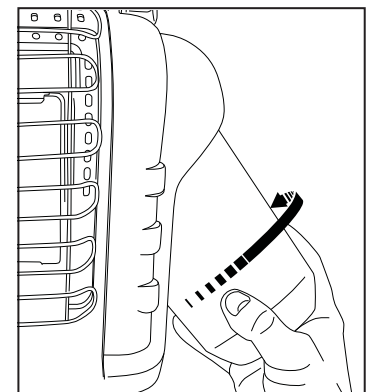

Figure 2 : Attaché au réservoir du carburant
- Pour utiliser avec du propane : Le régulateur pivotant vers l'extérieur pour l'installation du réservoir facile. Visser la cartouche d'alimentation de (1 livre= 465g) du gaz Propane jetable (G31) dans le sens horaire (à partir du bas) dans le réchauffeur portatif jusqu'à ce qu'il soit serré; voir Figure 2. N'utilisez un produit d'étanchéité sur cette connexion.